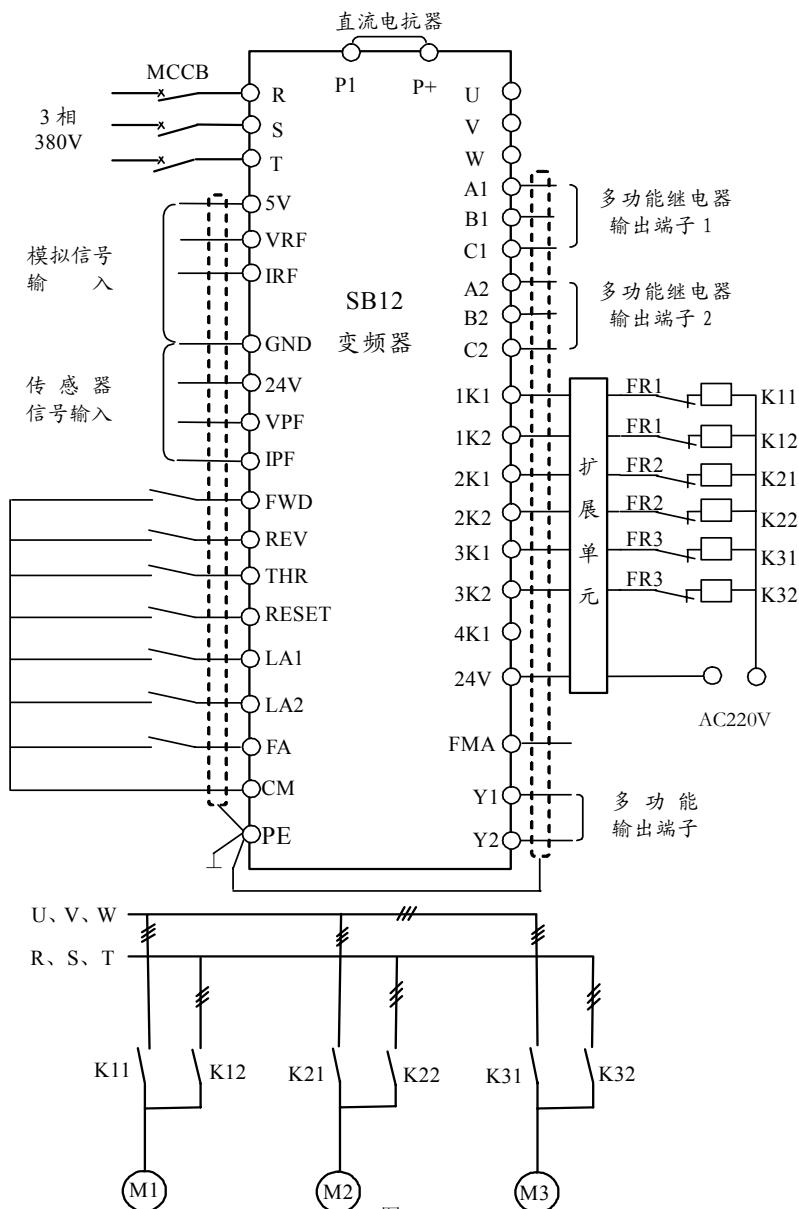

图 2-2
① 在变频器直接一拖多时（如图 2-2 一拖 3），一拖多扩展单元 IK1 输出高电平信号，K11 闭合，1 号电机首先变频起动，当变频器运行到切换频率上限时，如果压力低于设定压力，该电机由变频切换到工频（K11 断开，K12 闭和），同时变频器输出频率迅速下降到 0，如果压力仍低于设定压力，K21 闭合，变频起动下一个电机，如果压力始终低于设定压力，将 2 号电机切换到工频运行，3 号电机以切换频率上限运行，直至压力满足设定压力；反之，当 3 台电机全部运行时，如果压力高于设定压力，变频器降频运行，当变频器运行到切换频率下限时，如果压力高于设定压力，将运行时间最长的工频电机停止（K12 断开），变频器升频运行一段时间后，检测压力，如果压力高于设定压力，变频器降频运行，直至全部工频电机停止，变频器运行到低于切换频率下限时，如果设定 F76=1，变频器以切换频率下限运行；如果 F76=0，变频器停止。见下图，斜线（阴影）部分为电机运行。